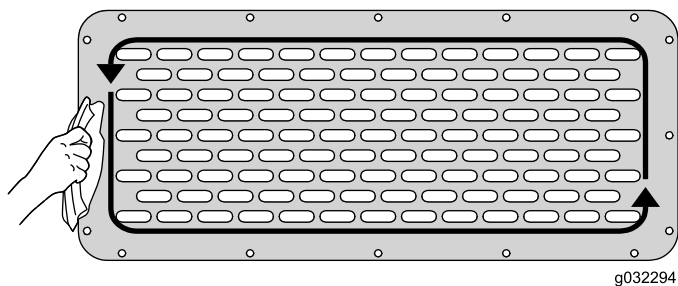

Figura 6
2. Use un paño limpio y alcohol para limpiar la superficie inferior de la tapa, alrededor de los orificios (Figura 6).